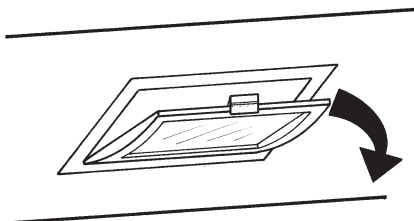

fig.6
2. Ouvrez le volet et retirez l'ampoule en prenant soin de ne pas la toucher à mains nues (fig. 6).